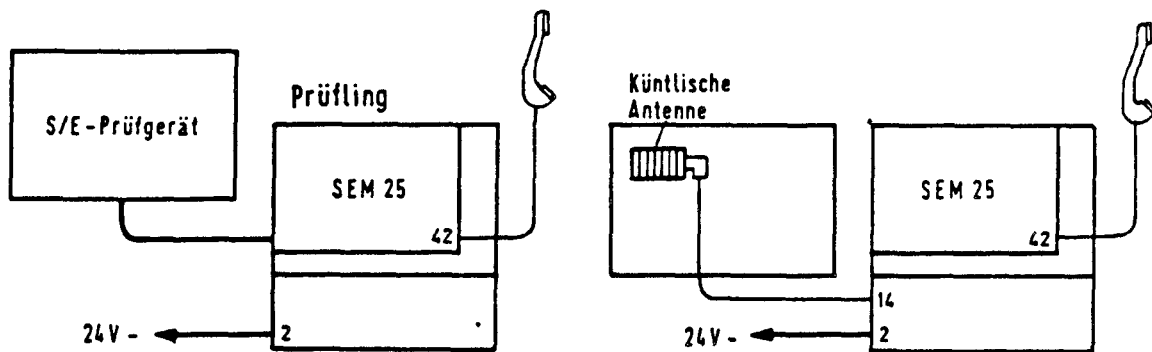

Bild 20 Prüfaufbau
4.3.3. Überprüfen der Empfindlichkeit mit einem zweiten SE-Gerät (Bild 20)